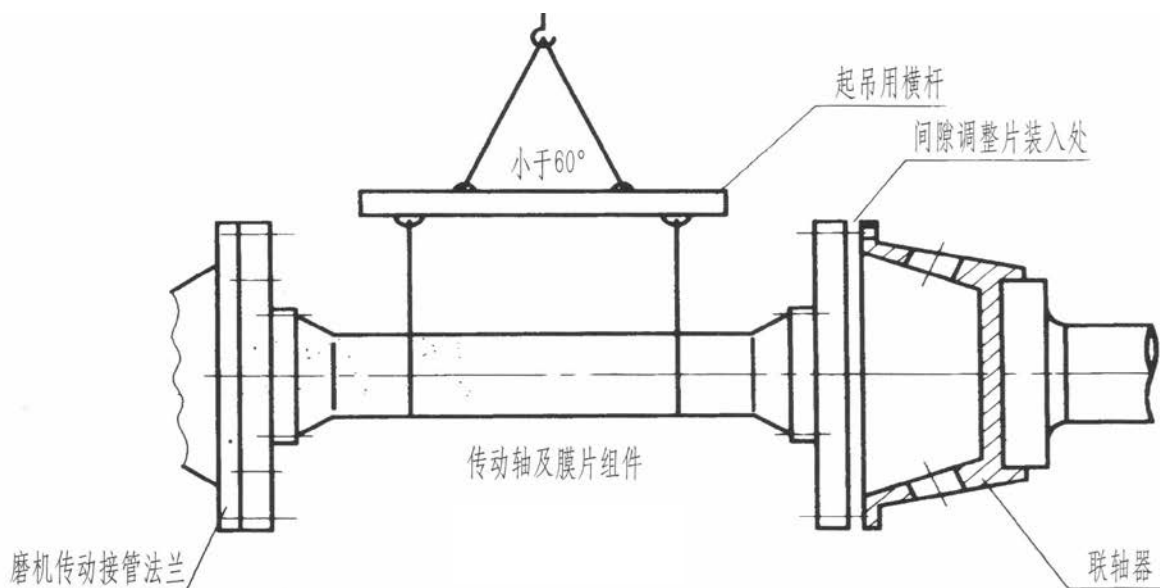
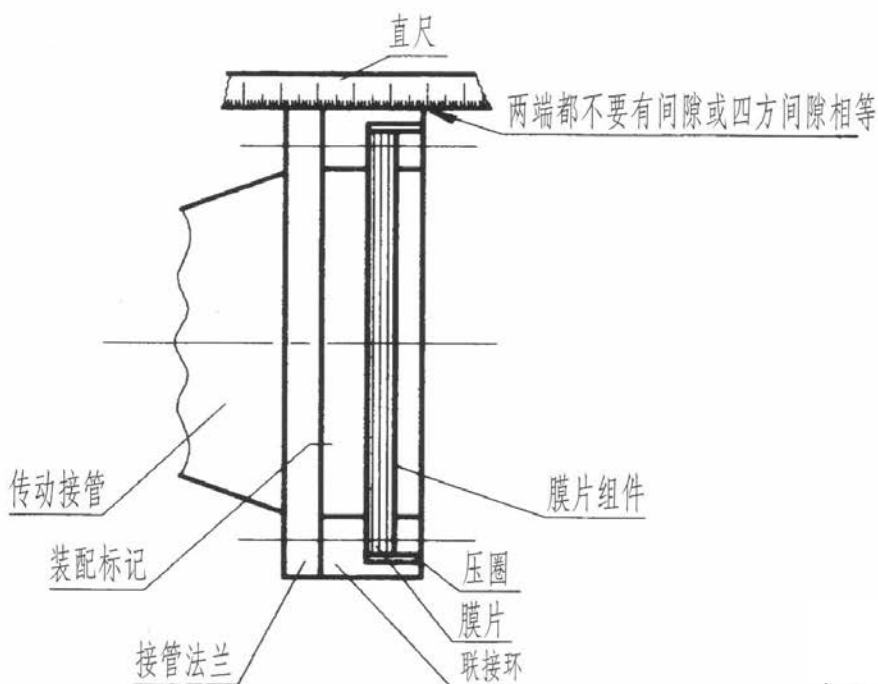

图 3-2 吊装示意
图 3-3 找正示意
2.4 按图 3-2 水平吊起已安装好的传动轴和膜片组件；按图 3-3 方法找正传动接管法兰；按规定的力矩拧紧所有联接螺栓，并在两法兰外圆做上配对记号，以方便今后的拆装。
2.5 同样按图 3-3 方法找正，装于主减速机输出轴上的法兰与联轴器同心，测量两法兰之间的距离，根据测量值选配适当的间隙调整片（根据磨机长径比留 1-3mm 间隙）放入两法兰之间，按规定的力矩拧紧所有连接螺栓。
3.2 吊装传动轴和膜片组件时，应按图 3-2 所示起吊，并注意在钢丝绳与轴之间垫上软物，以防钢丝绳将轴拉伤，不得挂吊膜片处，以防膜片变形。